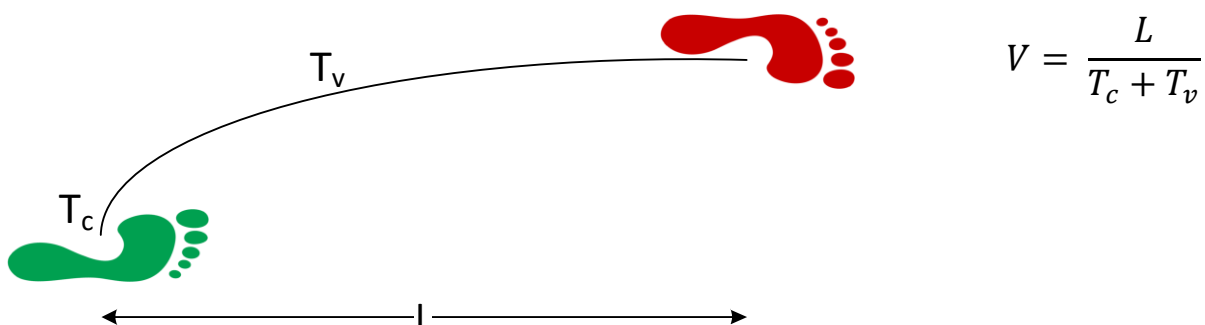

Abb. 98 – Berechnung der Geschwindigkeit
- **Geschwind.[m/s oder ft/s]:** Durchschnittsgeschwindigkeit eines Schrittes (siehe Abb. 98)
- **Speed [m/s]**: Durchschnittsgeschwindigkeit eines Schrittes (siehe Abb. 98)